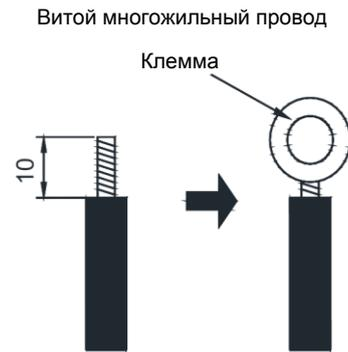

Рисунок 5.1.2
- (2) Подсоединение многожильного провода (как показано на рис. 5.1.2)